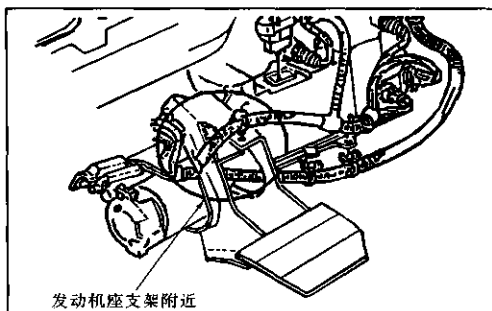

图 7-1-15 空调离合器附近的线束检查
(5) 要特别注意电压对线束的损害, 如 A/C(空调)离合器附近的线束, 见图 7-1-15。